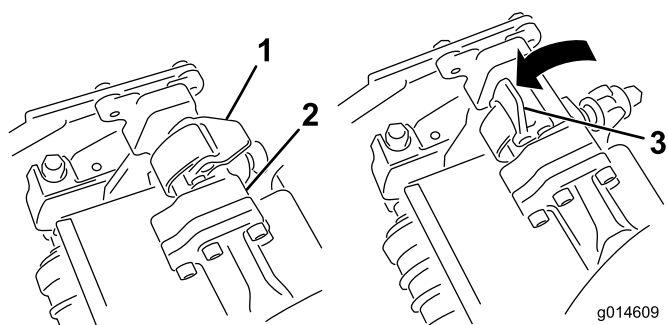
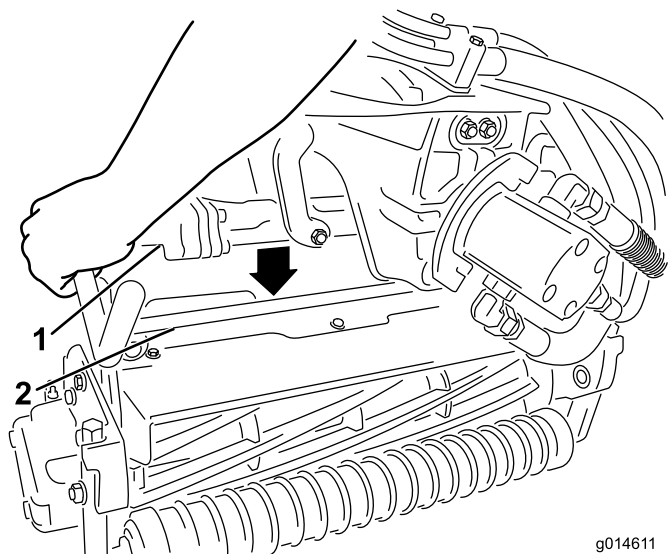

Figura 33
Figura 34
- Con los enganches del brazo de suspensión orientados hacia arriba (es decir, abiertos) (Figura 33), empuje hacia abajo el brazo de suspensión de modo que la barra encaje en la barra situada en la parte superior de la unidad de corte (Figura 34).
- Presione los enganches hacia abajo alrededor de la barra de la unidad de corte y bloquéelas (Figura 33).
4. Abra los enganches de la barra del brazo de suspensión de la unidad de corte que está retirando (Figura 33).